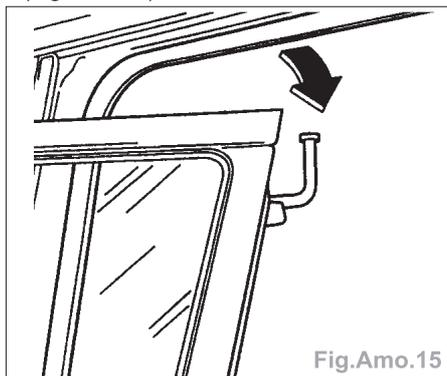

Fig. Amo.15
- Dévisser les vis à tête cruciforme (1).
- Abaisser la porte coulissante à l'avant jusqu'à ce qu'il soit possible d'extraire le guide-galet supérieur du canal de guidage (Fig. Amo.15).